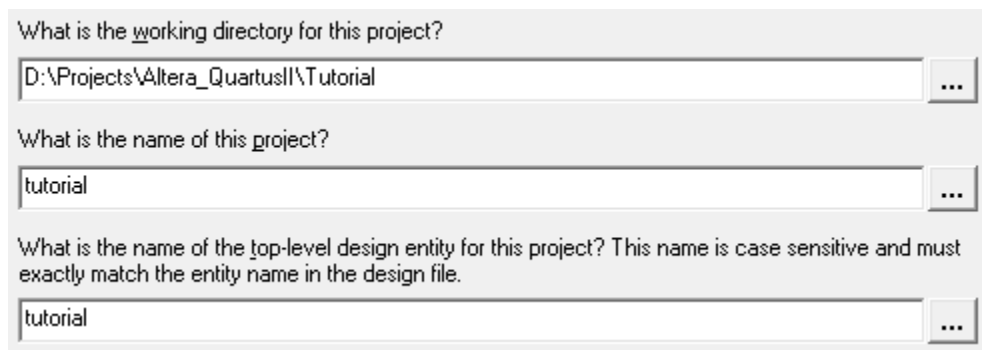

Figura 4: Tela 1 da criação de projeto
- Na primeira caixa de texto, clique no botão (**...**) para escolher uma pasta onde será criado o seu projeto, na segunda caixa de texto digite **tutorial** para o nome do projeto e, a terceira será automaticamente preenchida com o texto digitado na segunda caixa de texto, mas poderá ser alterado. Em nosso caso, aceitaremos o mesmo nome dado ao projeto (**tutorial**). Veja a imagem na figura 4: